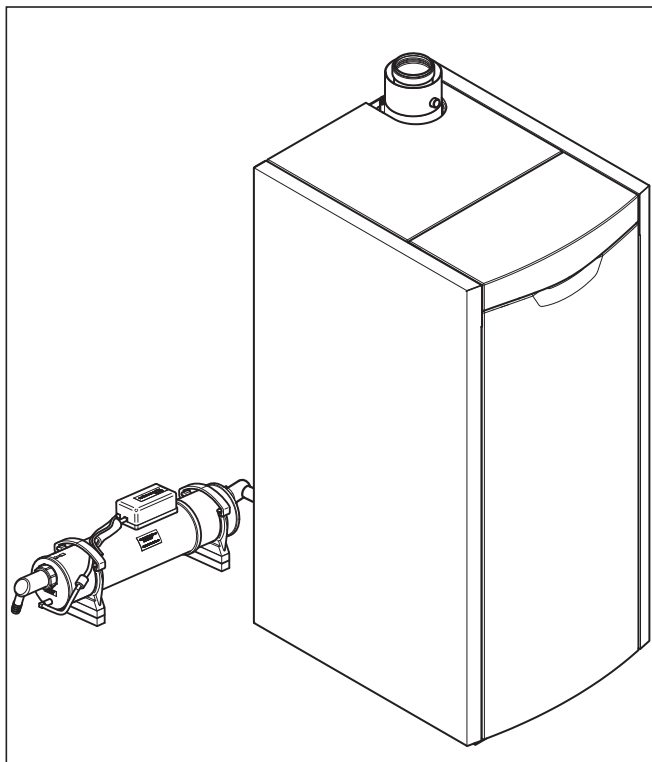

Abb. 3.5 Öl-Neutralisationseinrichtung platzieren (2)
- Stellen Sie die Neutralisationseinrichtung neben oder hinter dem Gerät auf (→ **Abb. 3.5**).